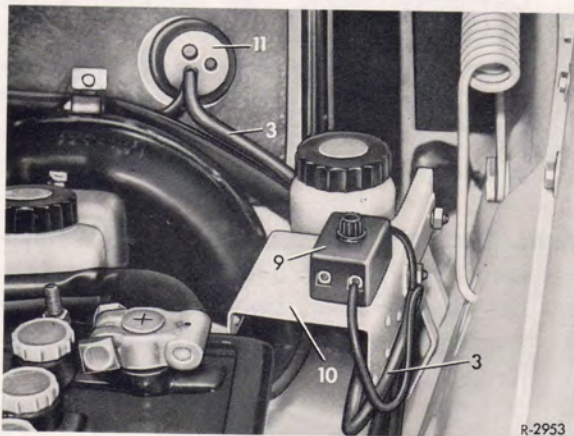

Bild 67-1/7
9. Bei allen Typen, außer den Typen 250 S bis 300 SEL, unterhalb der Instrumententafel Halter (12) mit den Linsenblechschrauben (13) befestigen (Bild 67-1/9 und 10 bzw. 9 und 11).